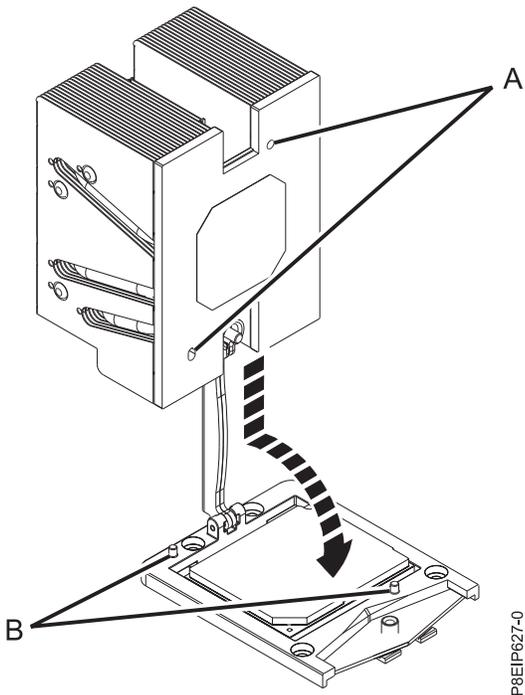

図 68. ヒート・シンクの取り付け
10. FRU キットで提供されている新しいヒート・シンクを取り付けます。TIM はヒート・シンクに事前に取り付けられています。ロード・アームをヒート・シンクに通して、ヒート・シンクをシステム・プロセッサ・モジュールの上に慎重に下ろします。ヒート・シンクの穴 (A) がソケットのガイド・ピン (B) と位置合わせされていることを確認します (図 68 を参照)。